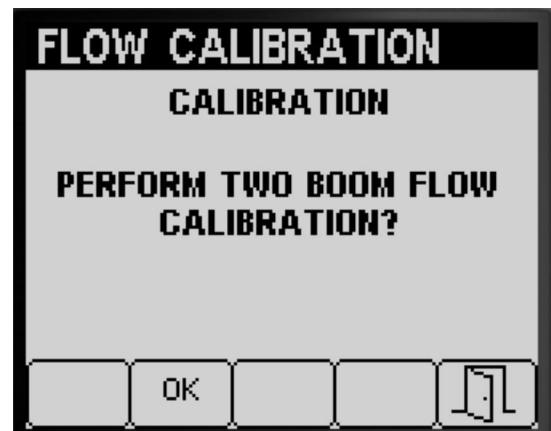

Bild 58
Wenn Sie eine 3-Sprühabschnitt-Kalibrierung abgeschlossen haben, werden Sie vom InfoCenter zur Durchführung einer 2-Sprühabschnitt-Kalibrierung (Bild 58) aufgefordert. Führen Sie einen der folgenden Schritte aus:
- Wenn Sie keine 2-Sprühabschnitt-Kalibrierung durchführen müssen, drücken Sie die Taste 5, um auf den Bildschirm „Calibrate“ zu gehen (Bild 58).